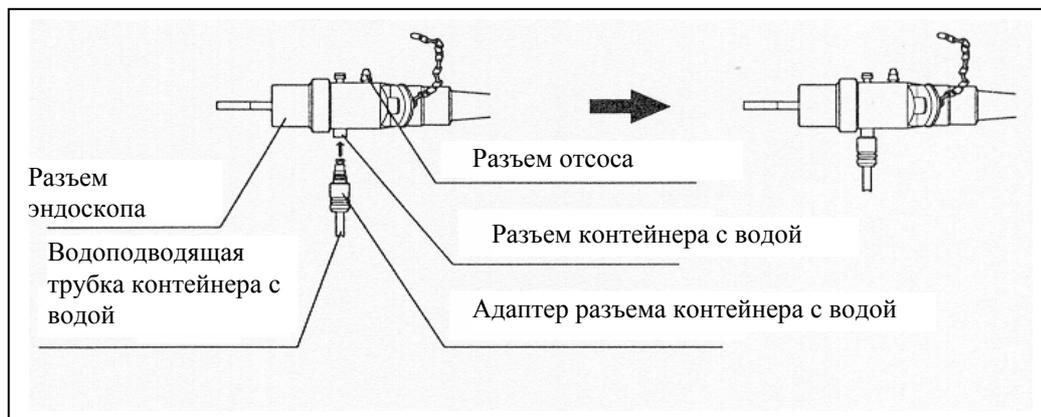

Рисунок 3.11
2. Подсоедините адаптер разъема контейнера с водой к разъему контейнера с водой (См. рисунок 3.11).